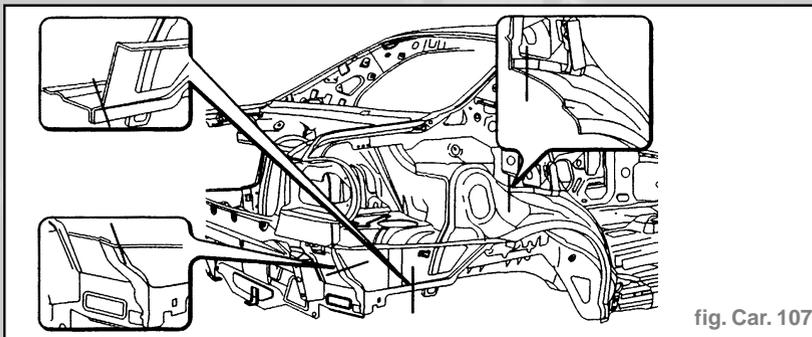

fig. Car. 107
- Nous indiquons les sections de la tôle aux endroits les plus significatifs afin de permettre à l'opérateur de régler la position et la profondeur de la découpe de façon à ne pas endommager les tôles situées en-dessous (fig. Car. 107).